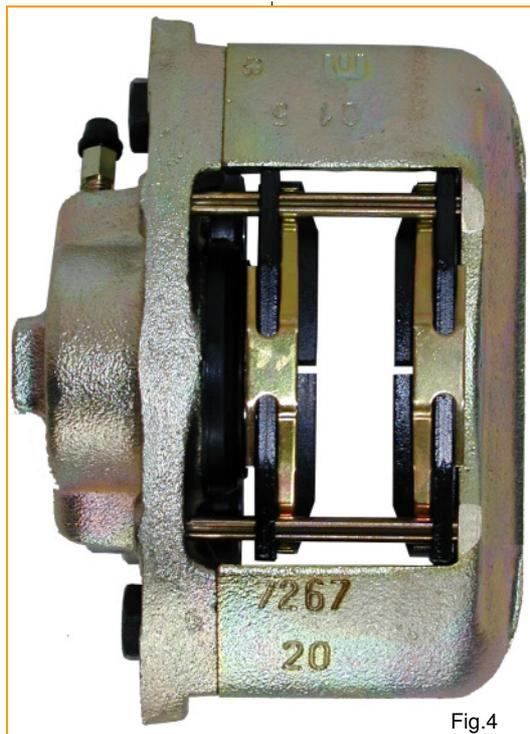

Fig.4
- The calipers are left and right handed. The picture Fig.4 shows you how the pads are installed correctly. Check that the springs are fitted correctly.
- Montieren Sie die Bremsbeläge im Sattel wie in Fig.4 gezeigt. Achten Sie auf den richtigen Sitz der Federn.
WARNING: Please check the bleeder screws. They have to point upwards. Otherwise you will not be able to bleed your system ! See Fig.4
WICHTIG: Die Entlüfterschrauben am Bremssattel müssen nach oben zeigen, ansonsten sind Sie nicht in der Lage Ihr Bremssystem zu entlüften. Siehe Fig.4